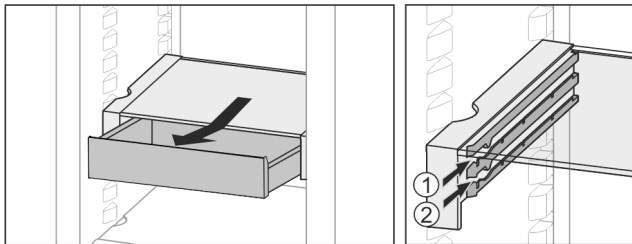

Fig. 21
- ▶ Zasuňte ju v ľubovoľnej výške Fig. 21 (1) alebo Fig. 21 (2).